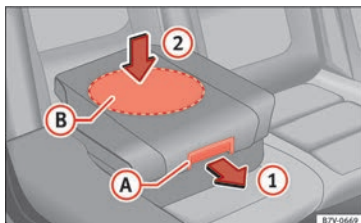

Fig. 97 Asiento integrado para niños: bajar el cojín.
- Tire del cojín hacia delante por la palanca de desbloqueo » » **fig. 97 A** en la dirección de la flecha **1**.
Al bajar el asiento integrado para niños, presione sólo sobre el centro del cojín » » **fig. 97 2. De lo contrario, el cojín se podría torcer y no encastrar correctamente.**